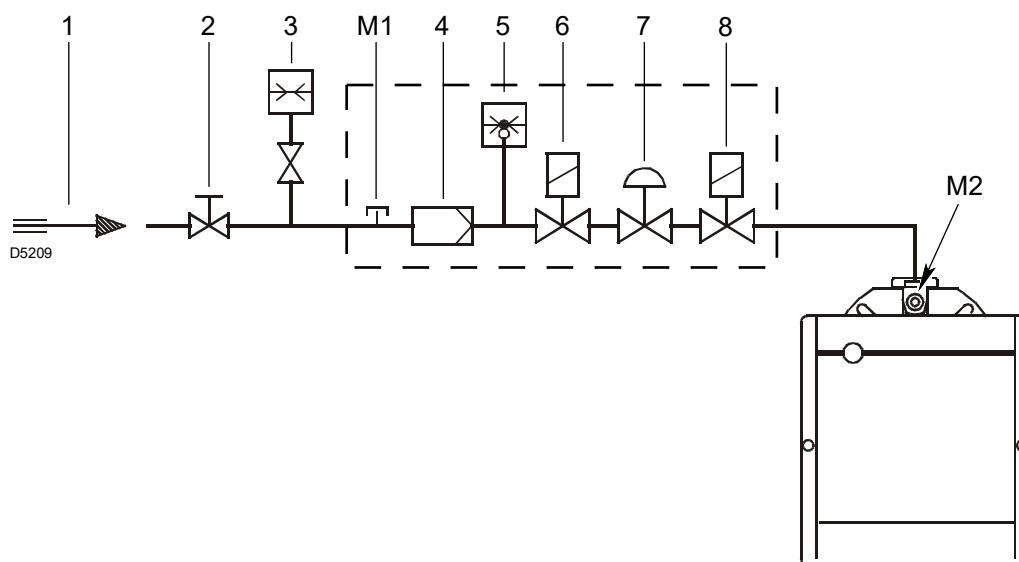

Рис. 16
Обозначения (Рис. 16)
Давление газа, измеренное на штуцере M2 (Рис. 16), с:
- отнимите от давления газа на штуцере M2 (Рис. 16) давление в камере сгорания.
Давление газа на штуцере M2 (Рис. 16) = 10 мбар
Чтобы узнать давление газа, необходимое на штуцере M2 (Рис. 16) в условиях максимальной мощности модуляции, при которой должна работать горелка, выполните следующее:
- Посмотрите справа в столбце 1 давление на штуцере M2 (Рис. 16).